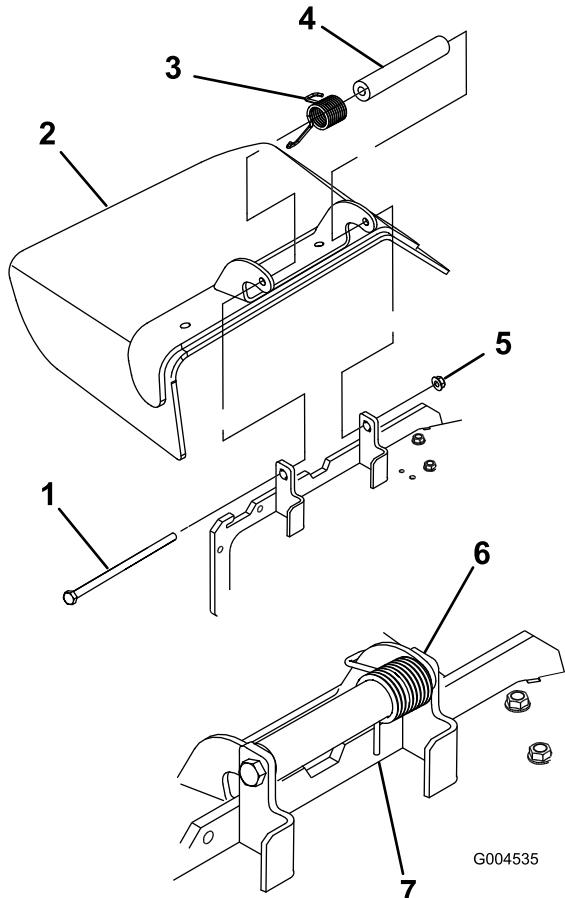

Figura 59
- Retire la contratuerca, el perno, el muelle y el espaciador que sujetan el deflector a los soportes de pivote (Figura 59). Retire el deflector de hierba dañado o desgastado.
**Nota:** Asegúrese de colocar el extremo en del muelle detrás del reborde de la plataforma antes de instalar el perno, según muestra Figura 59.
- Instale el perno y la tuerca. Coloque el extremo del muelle alrededor del deflector de hierba (Figura 59).